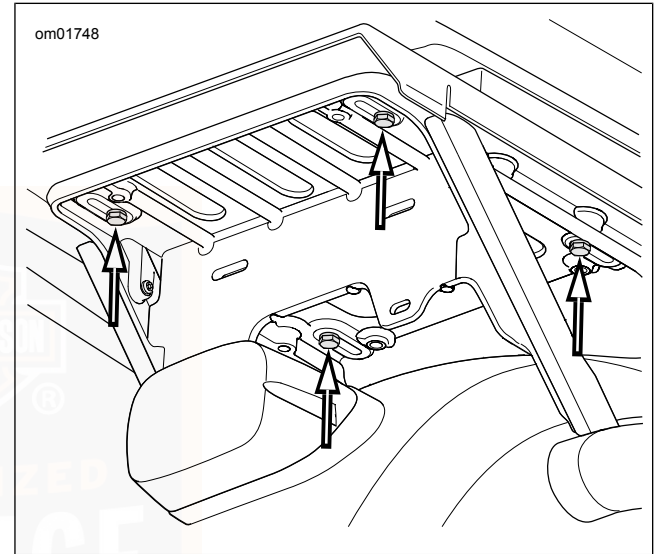

Figura 60. Viti della staffa del Tour-Pak (modelli APC)
1. Vedere Figura 60. Rimuovere le quattro viti che fissano la staffa del Tour-Pak al supporto.